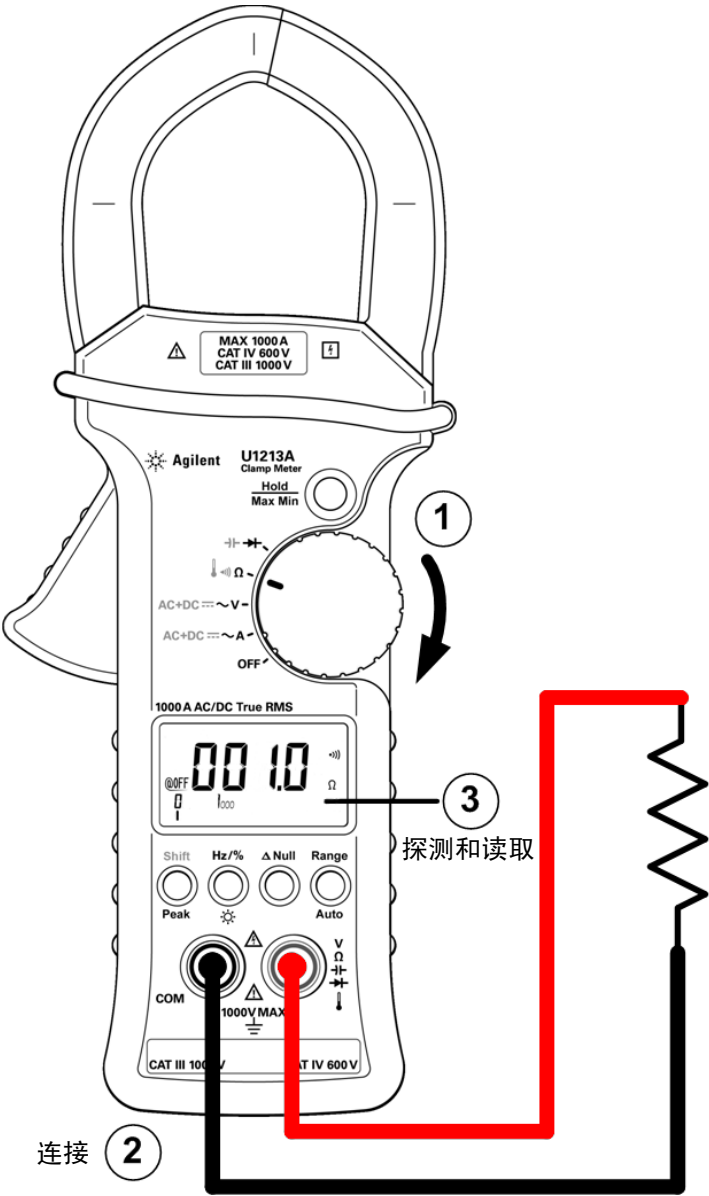

图 2-4 通断测试
- 4 要执行通断测试，请按 **Shift** 一次（请参阅第 24 页上的图 2-4）。当电阻低于  $10.0 \Omega$  时，蜂鸣器会发出声音。